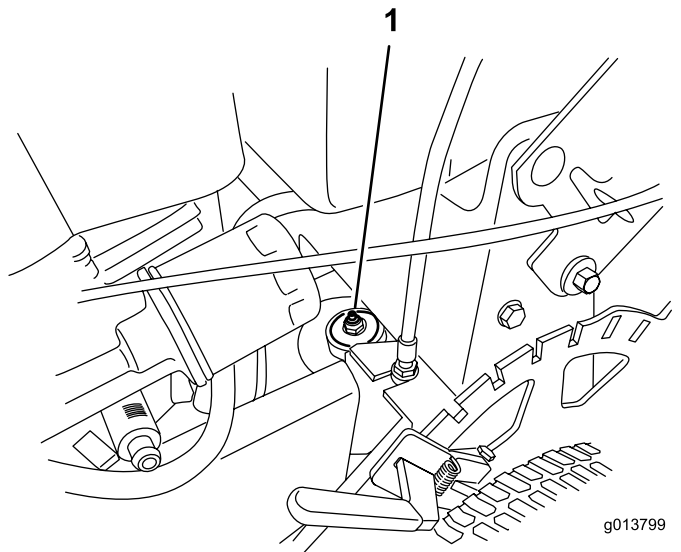

Figura 21
1. Conecte una pistola de engrasar al punto de engrase situado debajo del depósito de combustible (Figura 21).